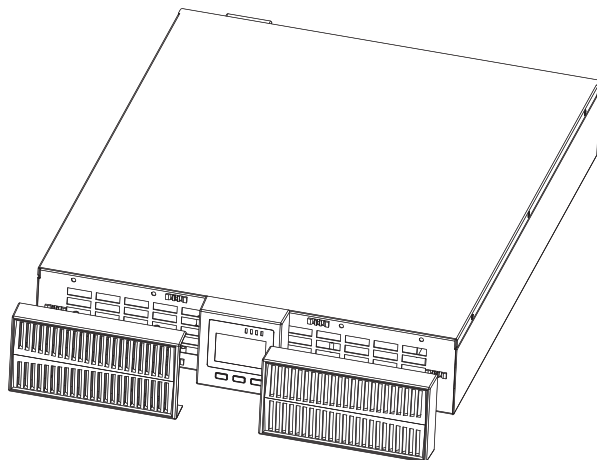

Рисунок 9
- Для смены положения дисплея удалите фронтальные пластиковые крышки (рисунок 9).